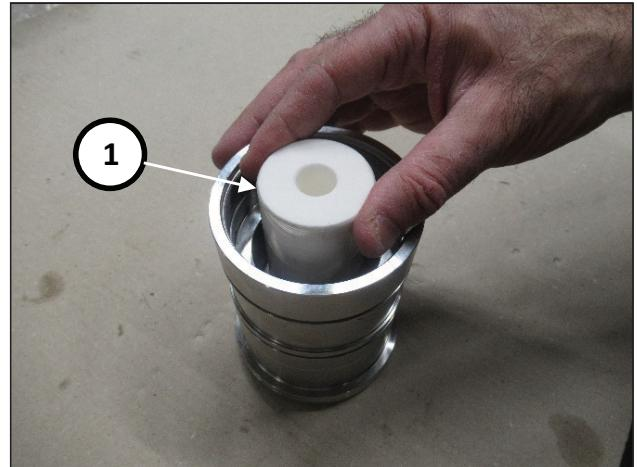

Abb. 175
Stellen Sie die Buchse vertikal auf eine Arbeitsfläche. Setzen Sie den Kolben ein (Pos. ①, Abb. 175) und achten Sie dabei auf die korrekte Ausrichtung (große Bohrung nach oben)